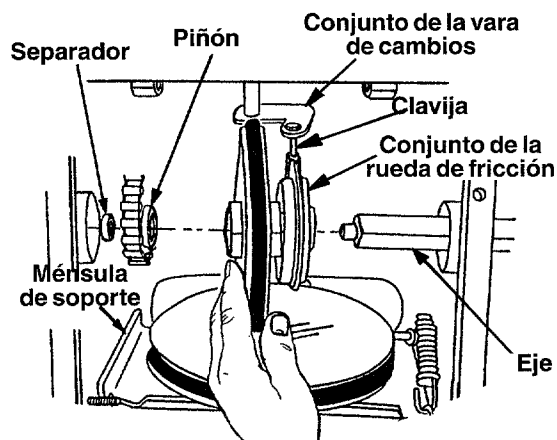

FIGURA 25
- Deslizando el eje hacia la derecha, extraiga el separador, piñón y el conjunto de la rueda de fricción del eje. Vea la figura 25.
- Coloque en posición el conjunto de la rueda de fricción sobre la clavija del conjunto de la vara de cambios y deslice el eje a través de la rueda de fricción. Vea la figura 25.
- Deslice el eje dentro del D.I. hexagonal del piñón, el separador, y el rodamiento a bolillas izquierdo, y asegure con la arandela acopada y el perno hexagonal. Vea la figura 25.